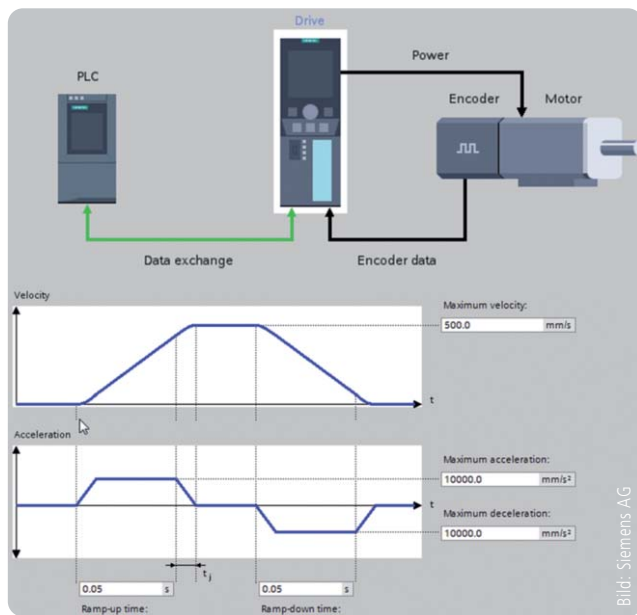

Bild 3: Einfaches grafisches Projektieren ersetzt in vielen Fällen das händische Programmieren – hier bei der Anbindung eines Antriebs an einen Controller.
Falle eines Drahtbruchs ohne jeglichen Programmieraufwand im Engineering des TIA Portals selbst, auf dem Onboard-Display der Controller (bei S7-1500) oder via Webserver zur Verfügung. Einheitlicher Standard sind auch Traces zur Analyse von Variablen, womit sich selbst sporadische Fehler schnell lokalisieren lassen (Bild 3). Keine zusätzlichen Module, Lizenzen oder Software-Pakete erfordert die Umsetzung einfacher Motion-Control-Aufgaben basierend auf PLCopen-konformen Bausteinen, die ebenfalls auf allen CPUs genutzt werden können. Wobei mit der Controller-Leistung natürlich die Möglichkeiten wachsen. Identisch einfach ist das
Copy&Paste führen schneller denn je zum Ziel. So auch die Vernetzung von Teilnehmern durch einfaches grafisches Verbinden der entsprechenden Schnittstellen per Mausklick, wobei das Engineering-System das Handling auf Plausibilität überwacht und im Hintergrund die erforderlichen Strukturen automatisch anlegt. Gleiche Funktionen werden durchgeführt bei der Anbindung eines Antriebs an einen Controller durch grafisches Verschalten in den Technologieobjekten (TO) (Bild 3). Dieses Projektieren statt Programmieren vereinfacht und verkürzt das Engineering im Vergleich zum bisher erforderlichen händischen Einrichten und Programmieren von Verbindungen deutlich. Hinzu kommt, dass auch sämtliche Systemdiagnosemeldungen aller vernetzten Siemens-Komponenten automatisch zur Verfügung stehen – auch wenn die CPU in Stopp ist. Die Gründe: weil diese über die Firmware und nicht in Programmbausteinen realisiert sind – und dies auf allen vernetzten Komponenten einheitlich. So finden sich Diagnosemeldungen auf einem HMI-Gerät, dem Onboard-Display der CPU (soweit vorhanden) be-